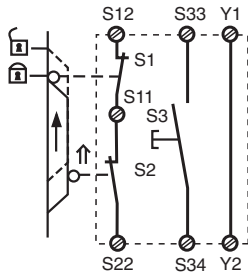

Fig. 5: Schutztürsteuerung 2
- Schutztürsteuerung 2 (Fig. 5)
- Safety gate control 2 (Fig. 5)
- Dispositif de verrouillage 2 (fig. 5)